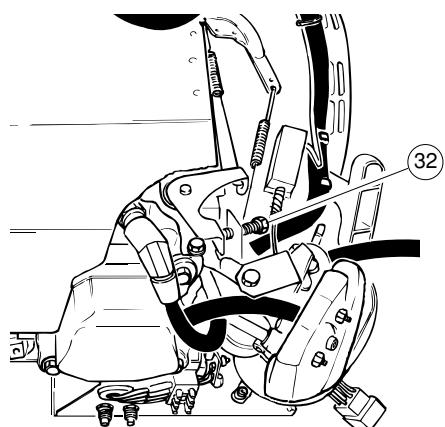

FIG. 10
Si no se consiguen estos valores, restablézcalos por medio del tornillo de regulación del acelerador (pos. 32 fig. 10 y 15).